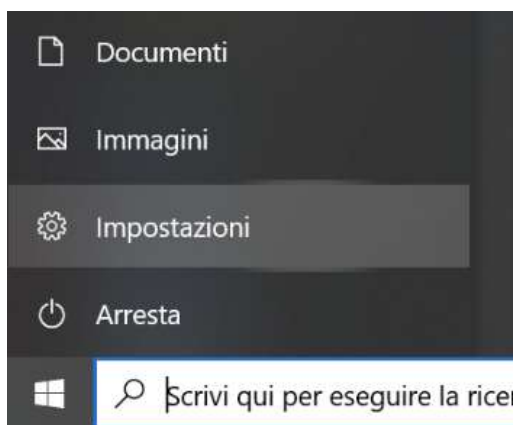

Fig. 8
2. Dal menu di Windows selezionare Impostazioni (Fig.8)